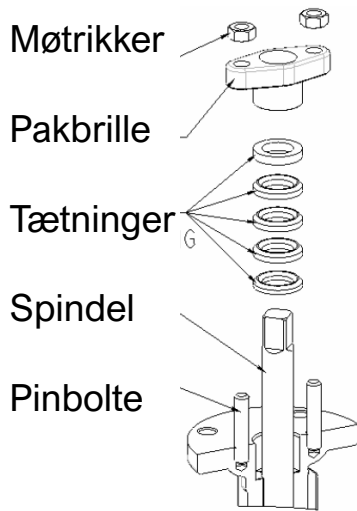
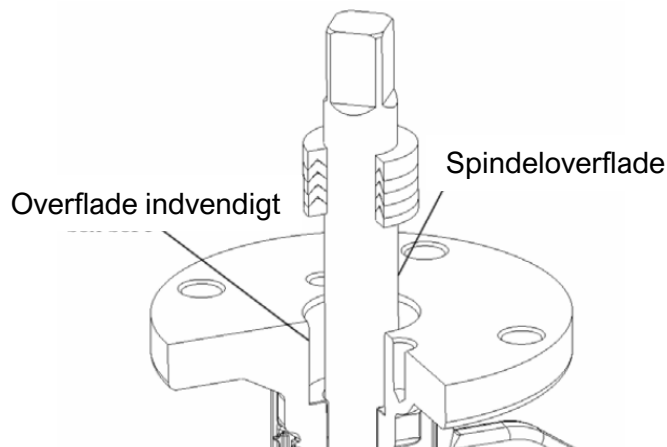

Fig 11
Fig 13.
11.2 Fjern de gamle tætninger med udtræksværktøj (Fig 13). Til pakbrille med lanternering, anvendes udtrækskrog med 10-32 gevind. Gem lanterneringen til remontering. Alle blødtættende tætningsringe erstattes med nye (Fig 11).